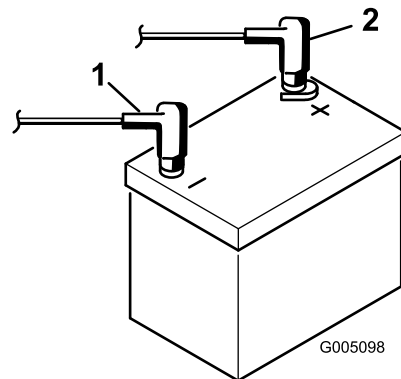

Figura 9
9. Conecte el cable positivo (rojo) al borne positivo (+) y el cable negativo (negro) al borne negativo (–) de la batería y sujételos usando los pernos y las tuercas (Figura 9). Deslice la cubierta de goma sobre el terminal positivo para evitar posibles cortocircuitos eléctricos.